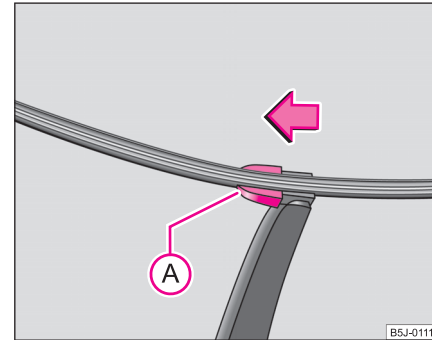

Abb. 44 Wischerblatt für Heckscheibe
- Klappen Sie den Scheibenwischerarm von der Scheibe ab und stellen Sie das Wischerblatt rechtwinklig zum Wischerarm ⇒ Abb. 44.
- Mit der anderen Hand entriegeln Sie die Sicherung (A) in Pfeilrichtung und nehmen das Wischerblatt heraus.